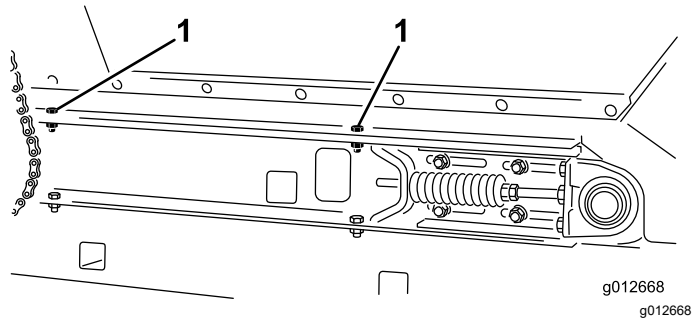

Bild 37
4. Befestigen Sie den Füllkasten an jeder Seite der Maschine an den Gleitrahmenschienen (Bild 37) mit den beiden Bundkopfschrauben, zwei Unterlegscheiben und zwei Sicherungsmuttern, die Sie in Demontage der Schiebepritsche (Seite 25) entfernt haben.